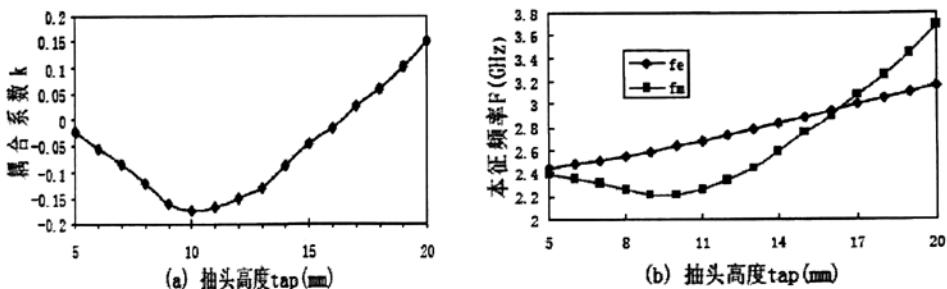

图3 抽头高度tap对 (a) 耦合系数和 (b) 本征频率的影响
(1) 直接耦合结构：图3(a)显示了耦合系数随抽头纵向位置的变化，图3(b)显示了谐振
频率随抽头高度的变化情况。由图3(a)可以看出,当 tap 为10mm的时候,耦合系数 k 达到负最大,也就是说此时电耦合达到最强0.18。当 tap 在5—16.4mm范围内变化时,耦合系数均为负值,即电耦合,当超过16.4mm(约谐振腔高度的一半)后,耦合性质将由电耦合转为磁耦合,并随着距离的增大而增强。由图3(b)可以看出,对称面为理想磁壁时,频率随 tap 成线性变化,而当对称面设为理想磁壁时,频率随 tap 先降后升,在 $tap=10$ mm时最小。